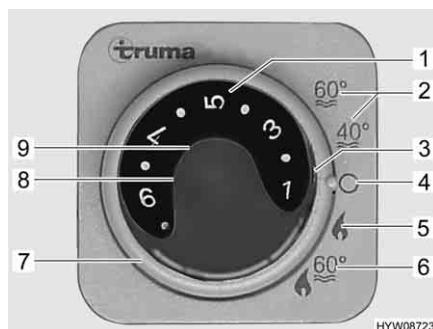

Fig. 103 Centralina di controllo per riscaldamento/boiler
- Impostare la modalità di funzionamento tramite l'interruttore girevole (Fig. 103,7).
A seconda della temperatura ambiente desiderata, il riscaldamento seleziona automaticamente il livello del bruciatore necessario. Al raggiungimento della temperatura ambiente desiderata, il bruciatore si spegne. Durante la modalità di funzionamento "Riscaldamento e boiler" (Fig. 103,6) viene riscaldata anche l'acqua nel boiler. Nella modalità di funzionamento "Riscaldamento senza boiler" (Fig. 103,5) è possibile far funzionare il riscaldamento con il boiler vuoto.
- Impostare la manopola della temperatura (Fig. 103,1) sulla centralina di controllo scegliendo il livello di potenza desiderato.
- Posizionare l'interruttore girevole (Fig. 103,7) su funzionamento invernale "Riscaldamento senza boiler" (Fig. 103,5) o su funzionamento invernale "Riscaldamento e boiler" (Fig. 103,6).
Si accende la spia di controllo verde (Fig. 103,3).
- Posizionare l'interruttore girevole (Fig. 103,7) su "O" (Fig. 103,4).
La combinazione funzionamento a gas e funzionamento elettrico a 230 V diminuisce il tempo di riscaldamento del veicolo (è possibile solo se il riscaldamento viene impostato sulla centralina di controllo (Fig. 103) su funzionamento invernale).